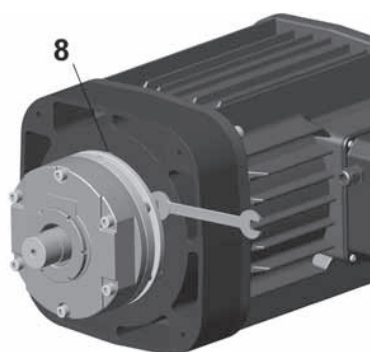

fig. 149
5. Rimuovere la ghiera dal ceppo sbloccandola, se necessario agendo con un cacciavite nell'intaglio (fig. 149) della ghiera.